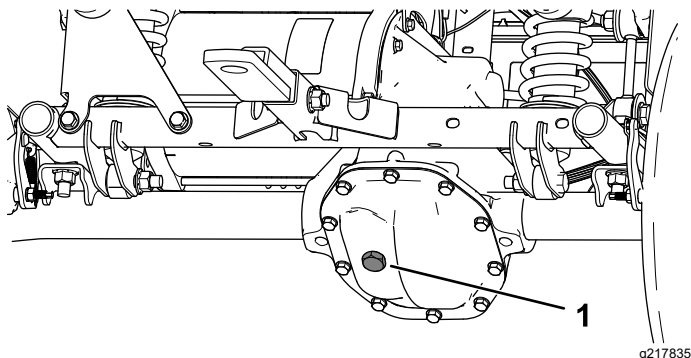

Bild 51
4. Entfernen Sie die Füllschraube am Getriebe (Bild 51).
4. Entfernen Sie die Füllschraube am Getriebe und füllen Sie das Getriebe mit Öl der angegebenen Sorte, bis es aus dem Füllloch ausläuft (Bild 51).
5. Wenn der Ölstand niedrig ist, nehmen Sie die Füllschraube ab und füllen Sie die angegebene Ölsorte ein, bis das Öl aus dem Loch ausläuft (Bild 51).